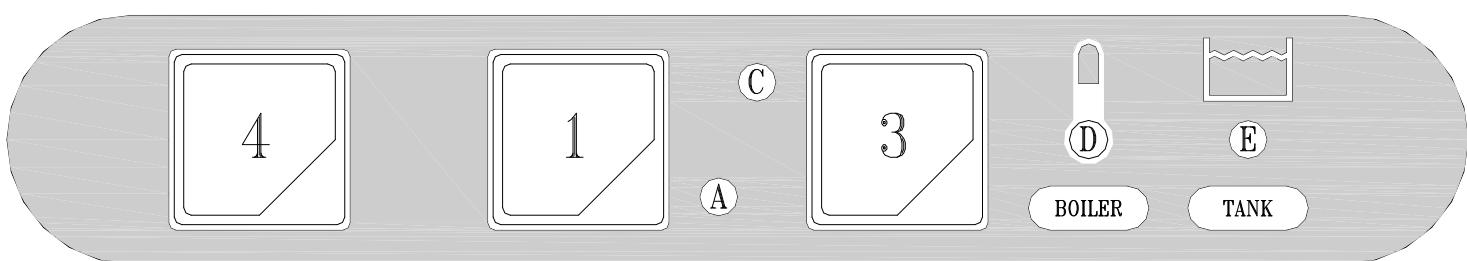

Fig. 3-2
- A riempimento avvenuto, aprire la porta (I) e introdurre il detersivo (ca. 2 gr. per litro di capacità della vasca). Inserire il cesto (L) carico e chiudere la porta (I). Selezionare il ciclo di lavaggio inserendo il pulsante (4): ciclo breve (tasto premuto) – ciclo lungo (tasto rilasciato). A questo punto premere il pulsante START (3) (almeno per 2 secondi) e avrà inizio il ciclo di lavoro visualizzato dalla lampada spia (C): la fine del ciclo coincide con lo spegnimento di questa spia. Per spegnere la macchina si dovrà disinserire l'interruttore (1) portandolo nella posizione (0) spia (A) spenta. (fig.3-2÷3-3).
- When the water intake cycle is complete, open the door (I) and add detergent (about 2 g. per litre of tank capacity). Position the full basket (L) and close the door (I). Select the appropriate washing cycle by pressing button (4): short cycle (button pressed) – long cycle (button not pressed). Now press the START button (3) (at least for 2 seconds) and the wash cycle displayed by light (C) will start. When the cycle is over, this light goes out. To turn off the appliance, turn the switch (1) to 0. Light (A) indicates the appliance is off (fig.3-2÷3-3).
- Nach erfolgter Füllung die Tür (I) öffnen und das Spülmittel einfüllen (ca. 2g/l Fassungsvermögen des Spülbehälters) Den gefüllten Geschirrkorb (L) einsetzen und die Tür (I) schließen. Das Programm durch Drücken des Druckknopfes (4) wählen kurzer Spülgang (Taste gedrückt) – langer Spülgang (Taste losgelassen). Nun die START-Taste (3) mindestens 2 Sekunden lang drücken, und das Spülprogramm beginnt, die Kontrolllampe (C) leuchtet auf und am Programmende erlischt die Kontrolllampe. Um das Gerät auszuschalten, muß der Schalter (1) auf die Position 0 gestellt werden, die Kontrolllampe (A) erlischt (fig.3-2÷3-3).
- Lorsque le remplissage est terminé, ouvrir la porte (I) et verser le détersif (environ 2 g pour chaque litre remplitant la cuve). Introduire le panier (L) plein et fermer la porte (I). Sélectionner ensuite le cycle de lavage en actionnant le bouton-poussoir (4) cycle court (touche enfoncée) – cycle long (touche relâchée). A ce stade, presser le bouton-poussoir START (3) (au moins 2 secondes) et le cycle de fonctionnement commencera, visualisé par la lampe-témoin (C). La fin du cycle coïncide avec l'extinction de ce voyant. Pour arrêter la machine, il faudra débrancher l'interrupteur (1) en le ramenant sur la position 0: lampe-témoin (A) (fig.3-2÷3-3).
- Después del llenado, abra la puerta (I) y vierta el detergente (2 gramos aproximadamente por litro de capacidad de la cuba). Introduzca el cesto (L) carga y cierre la puerta (I). Seleccione el ciclo de lavado por medio del selector (4) ciclo breve (tecla pulsada) – ciclo largo (tecla soltada). Pulse ahora START (3) (al menos durante 2 segundos) para arrancar el ciclo de trabajo: se enciende la luz testigo (C), que se apagará al final del ciclo. Para apagar la máquina desconecte el interruptor (1): posición 0, luz testigo (A) apagada (fig.3-2÷3-3).